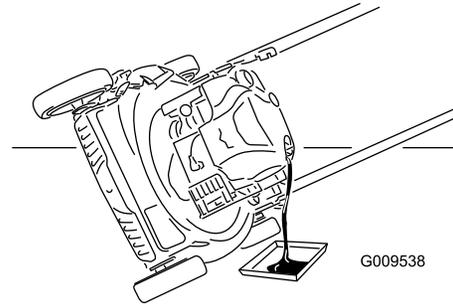

Figura 26
3. Coloque el cortacésped de lado con el filtro de aire hacia arriba para drenar el aceite usado a través del tubo de llenado de aceite (Figura 26).
4. Vierta aceite lentamente en el tubo de llenado hasta que el nivel llegue a la marca Full (Figura 26) (lleno) de la varilla (1). Después de añadir aceite, espere 3 minutos antes de comprobar el nivel de aceite con la varilla. **No llene demasiado.** (Capacidad máxima: 0,59 l, tipo: SAE 30, aceite detergente con clasificación de servicio API SF, SG, SH, SJ, SL o superior.)